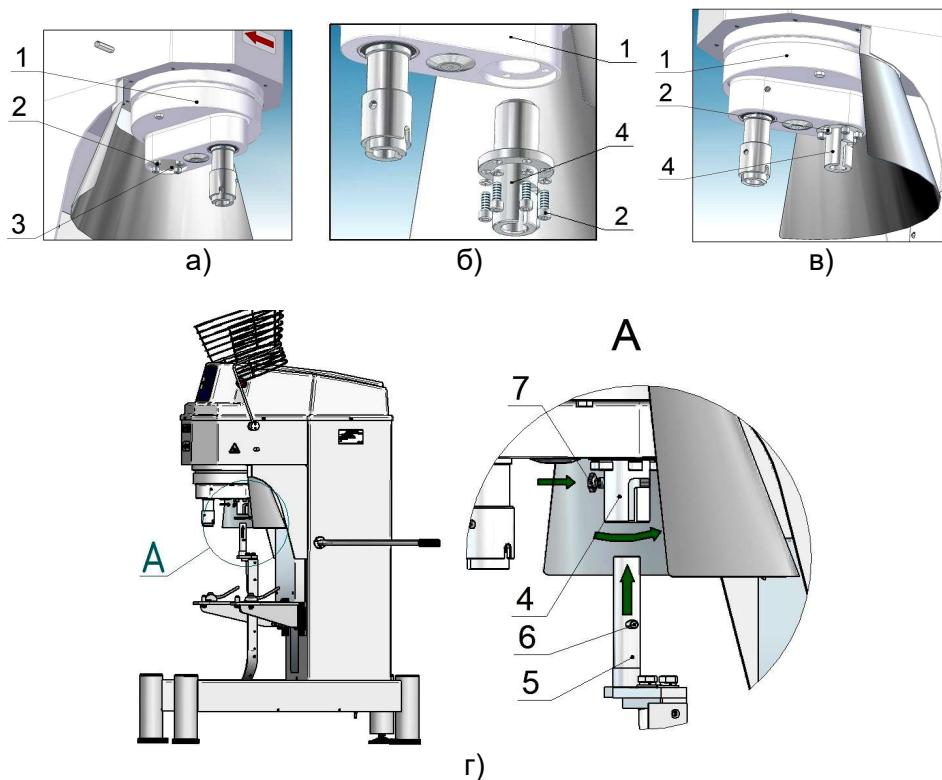

Рис. 4 Установка и извлечение скребка
7.2.3. Установите ступицу скребка (4) в открывшуюся полость в головке (1) планетарного механизма как показано на рисунке 4 «б» и закрепите её при помощи винтов (2) (рис. 4 «в»).
7.2.5. Вставьте хвостовик (5) скребка в отверстие ступицы (4) и поверните его вокруг оси, как показано на рис. 4 «г».